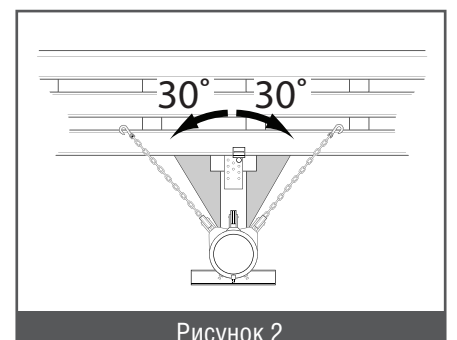

Рисунок 2
- 2) Когда угол между горизонтальной проекцией линии натяжения цепи и горизонтальной балкой башни превышает 30° (рисунок 2).